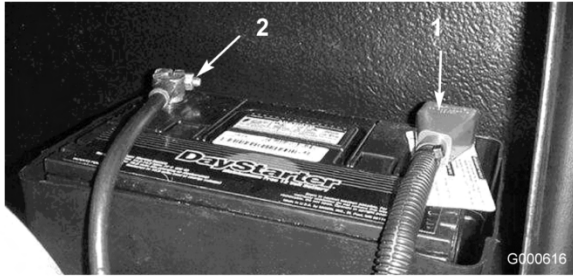

図 40
5. 赤い (+) ケーブルをバッテリーの (+) 端子に、黒いケーブル (-) はバッテリーの (-) 端子に固定する（図 40）ケーブルはキャップスクリューとナットで各電極に確実に固定すること。プラス端子が電極に十分にはまり込んでいること、ケーブルの配線に無